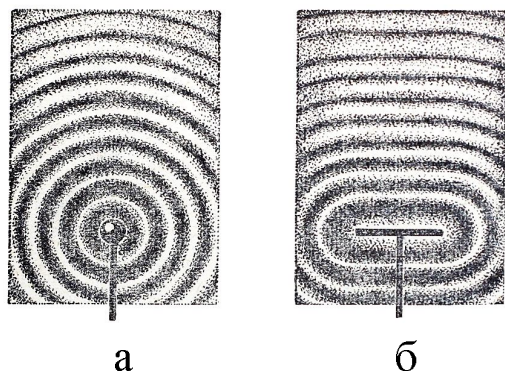

Рис. 9
3. Покажіть в затемненій аудиторії в тіньовій проекції збудження і поширення колових хвиль (рис. 9а). Замініть вібратор на плоский, розташувавши його паралельно поверхні води, і покажіть утворення прямолінійних хвиль (рис. 9б).